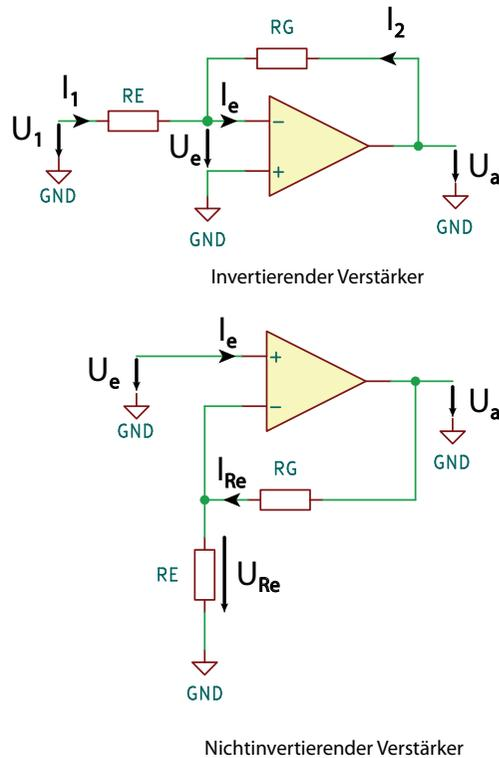

Abbildung 3: Verstärkerschaltungen eines OpAmp
Da die Leerlaufverstärkung sehr stark variieren kann, ist es für praktische Anwendungen erforderlich, diese durch Gegenkopplungen (feedback) auf ein bauteilunabhängiges Maß zu reduzieren. Durch die Gegenkopplung wird ebenfalls der Frequenzgang der Verstärkung verändert. Die einfachste Art der Gegenkopplung ist die Nutzung eines Widerstandes. Dieser wird so in die Schaltung eingefügt, dass er einen Teil der Ausgangsspannung auf den Eingang zurückkoppelt. Das Ausgangssignal muss um  $180^\circ$  in seiner Phase verschoben werden, um dem Eingangssignal entgegenzuwirken. Ist das nicht der Fall, entsteht eine Mitkopplung und der Verstärker wird übersteuern oder sogar selbst anfangen zu schwingen. Abbildung 3 zeigt die beiden Verstärkerschaltungen für Operationsverstärker. Beim invertierenden Verstärker kann das Ausgangssignal direkt rückgekoppelt werden, da es ja schon um  $180^\circ$  in der Phase gedreht wurde. Beim nicht-invertierenden Verstärker wird durch einen Spannungsteiler ein Teil der Ausgangsspannung auf den invertierenden Eingang des Operationsverstärkers rückgekoppelt, sodass es auch dem Eingangssignal entgegenwirkt. Im Weiteren wird nur auf den invertierenden Verstärker eingegangen, da er im Versuch untersucht werden soll.
$\frac{U_a}{U_1}$  ist die Verstärkung des gegengekoppelten, invertierenden Verstärkers nach Abbildung 3. Sie ist unter den genannten Voraussetzungen unabhängig von den Verstärkerdaten und wird nur durch die Außenbeschaltung bestimmt.  $V'$  heißt Betriebsverstärkung. Gleichung (4) gilt nicht für alle Frequenzen.  $V_o$  sinkt bei
Abbildung 3: a) Messaufbau: Da die Rauschspannung über einem ohmschen Widerstand (Größenordnung  $\text{k}\Omega$ ) bei Zimmertemperatur sehr klein ist, wird diese mit einem rauscharmen Verstärker verstärkt. Die Messbandbreite wird durch den nachfolgenden Bandfilter begrenzt und die verstärkte Rauschspannung mit einem Voltmeter gemessen. b) Schematische Darstellung des Frequenzgangs der Messtechnik. Die gestrichelte Linie zeigt den Frequenzgang mit einem zusätzlichen Bandfilter, die durchgezogene Linie ohne den Filter.